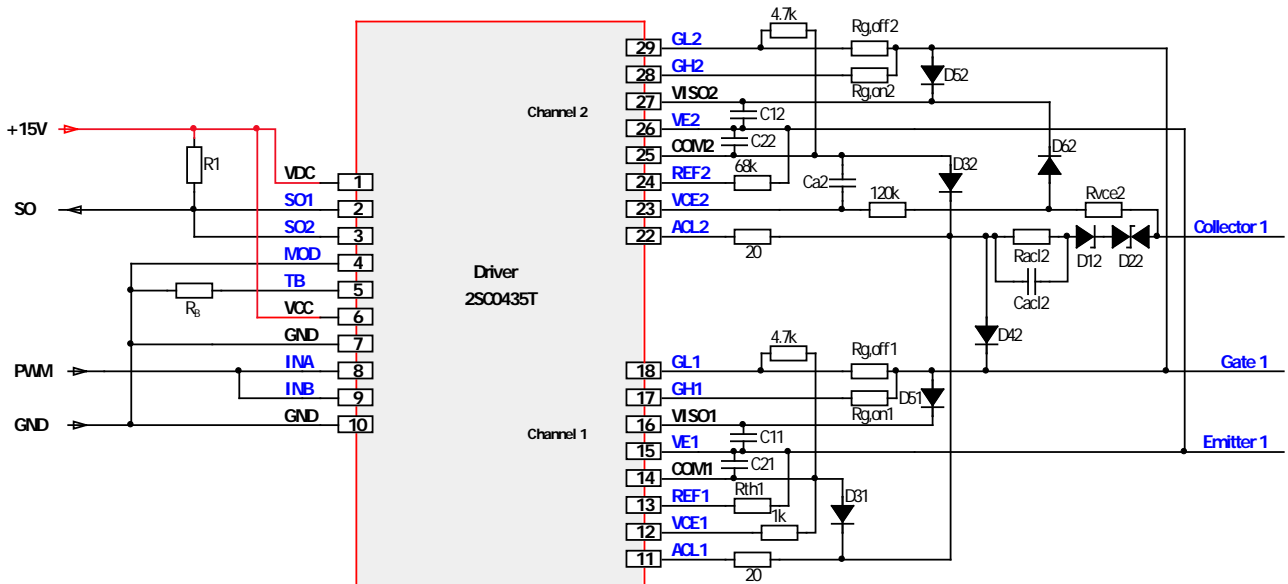

図 23 単一出力へのデュアルチャンネルドライバの並列接続 (2SC0435T の例)
両方のドライバ チャンネルを 1 つの論理チャンネルに統合するには、以下の方法と図 23 に従うことを推奨します (2SC0108T を除く)。
- ターンオフ時は、アクティブ クランプでドライバ コアのターンオフドライバ回路を制御します。そのため、両チャンネルのアドバンスト アクティブ クランプ ピン  $ACLx$  を、図 23 に従ってそれぞれ 20  $\Omega$  抵抗に接続する必要があります (2SC0635T では 20  $\Omega$  抵抗と  $D_{3x}$  がドライバ コアにあらかじめ搭載されているため、これらの部品を省略する必要があります)。